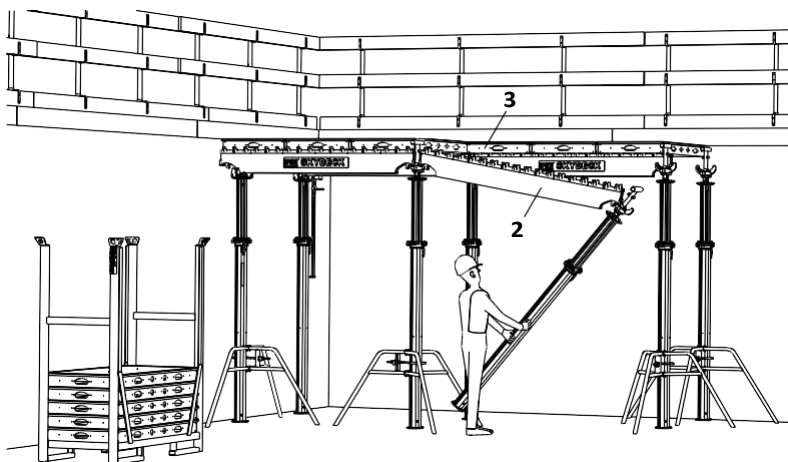

Fig. A4.15
1. Закрепете трегера SLT 225 (2) към падащата глава.
2. Свържете подпората с падащата глава SFK на издигнатия надлъжен трегер. (Fig. A4.15)
4. Поставете панелите (3).